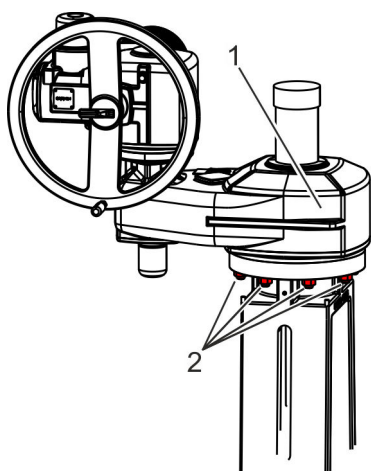

Abb. 25: Schrauben entfernen
2. ➔ Befestigungsschrauben (Abb. 25/2) des elektrischen Antriebs (Abb. 25/1) lösen und samt Scheiben entfernen.
3. ➔ Elektrischen Antrieb (Abb. 25/1) abnehmen und außerhalb des Arbeitsbereichs lagern.